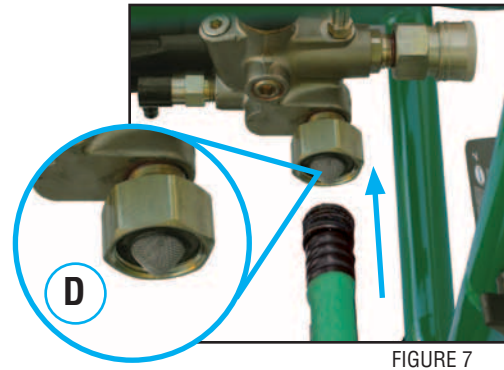

FIGURE 7
1. Vérifiez si la crépine d'entrée d'eau du tuyau d'arrosage (D) est endommagée. (See Figure 7) Nettoyer l'écran s'il contient du débris ou à l'a remplacé si endommagé.
3. Fermez l'alimentation en eau et connectez le tuyau d'arrosage à l'entrée d'eau. Serrez à la main. (See Figure 7)